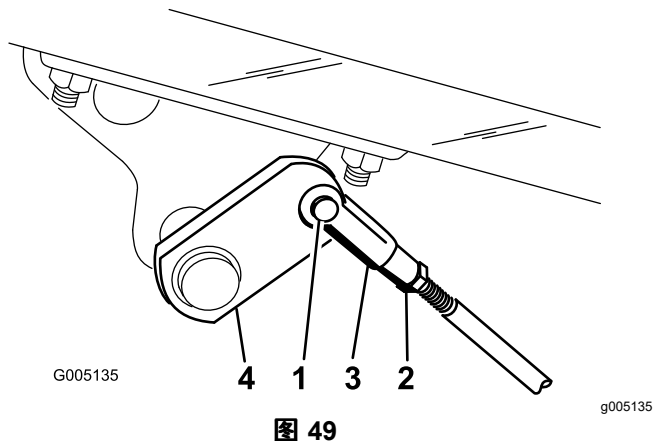

图 49
A. 取下开口销和柱销断开刹车杆图 49。
- B. 松开锁紧螺母并相应调节 U 形销图 49。
- C. 将 U 形销装回刹车轴图 49。